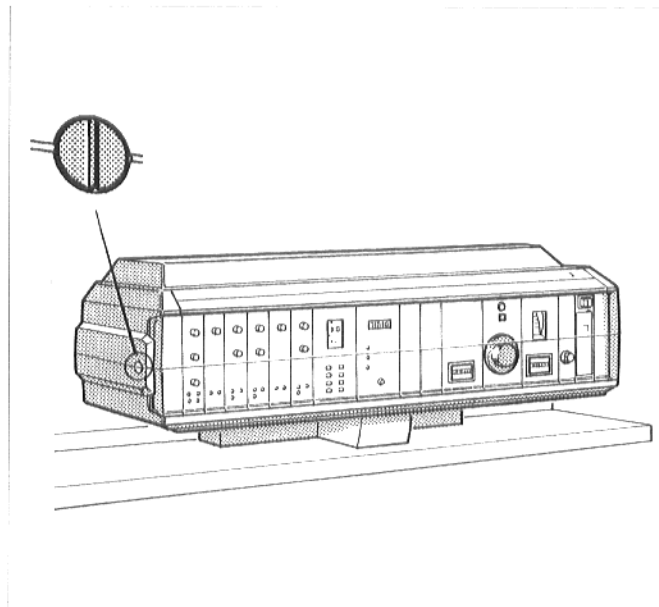

Рис. 14. Монтаж прозрачного покрытия
- Установить шлиц крепежного винта для прозрачного покрытия регулятора в горизонтальное положение, например, при помощи монеты. Вставить прозрачное покрытие с передней стороны и установить шлиц винта в вертикальное положение (рис. 14).